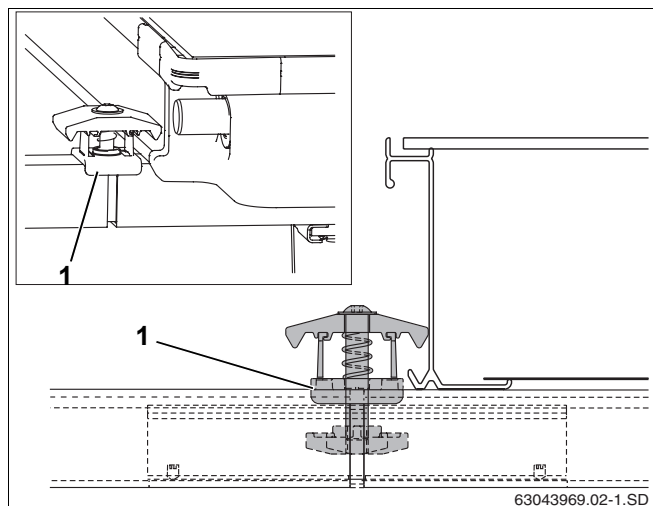

Рис. 47 Установка двухсторонних зажимов
- Установить двухсторонний зажим гайкой вниз в отверстие профильной рейки и соединительной вставки так, чтобы пластмассовая распорка (рис. 47, поз. 1) охватывала профильную рейку.